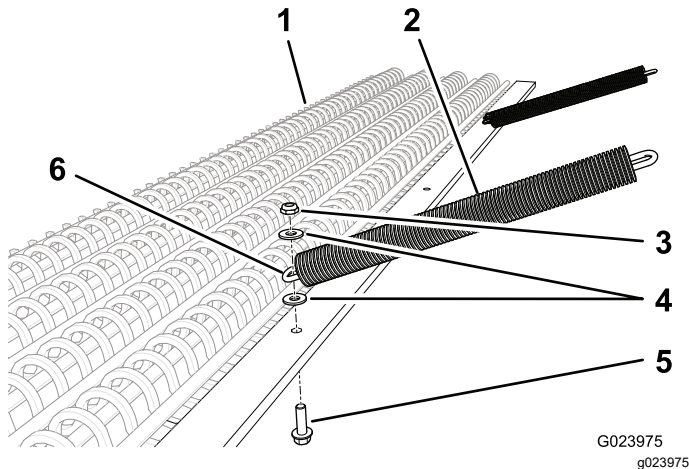

Figura 2
1. Deslize uma manga de corrente sobre cada corrente (**Figura 2**).
3. Fixe a corrente ao tapete de arrastamento com um parafuso ($\frac{3}{8}$ x $1\frac{1}{4}$ de pol.), 2 anilhas e uma porca de bloqueio, conforme indicado em **Figura 2**.